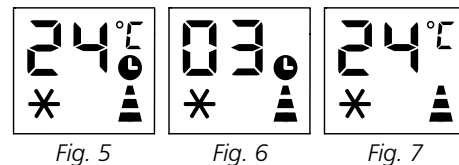

Fig. 5
- Quando l'apparecchio è in funzione, premere il pulsante , lo schermo visualizza l'ora, e numerosi simboli lampeggiano insieme. (Fig. 5)